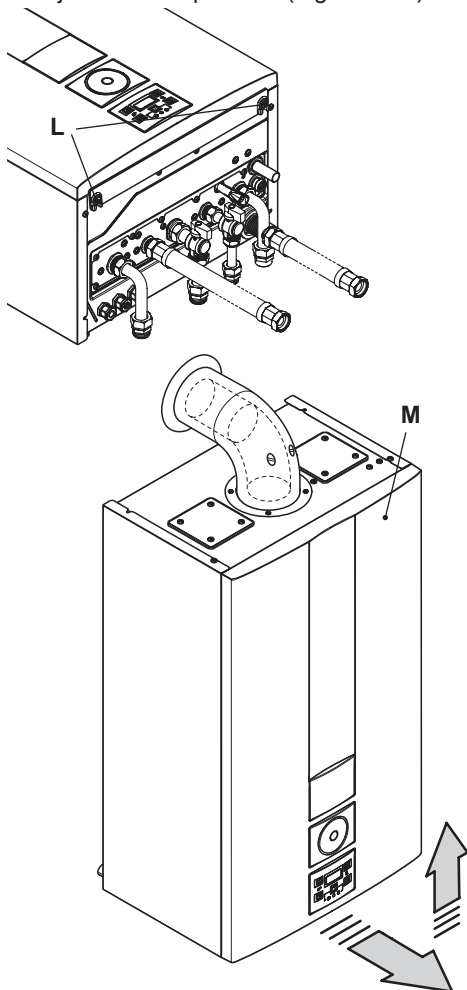

Figura 5.17
- Desenrosque los tornillos **L** y desmonte el panel frontal **M** tirando de él hacia usted y luego levantándolo para liberarlo de los alojamientos superiores (Figura 5.17).